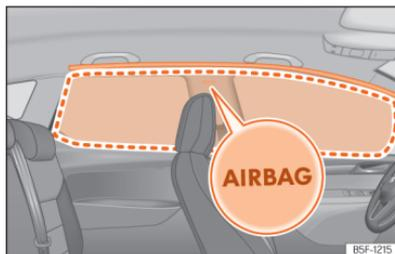

Fig. 33 Localização e raio de alcance do airbag da cabeça.
Os airbags da cabeça estão localizados de ambos os lados do habitáculo, por cima das portas »» **Fig. 33** e estão assinalados pelo logo «AIRBAG».
Ao ativar-se, o airbag da cabeça ocupa a zona assinalada (raio de alcance) »» **Fig. 33**. Por este motivo, nunca se deverá colocar ou fixar objetos nesta zona »» **Δ**.
- Assegure-se de que as crianças viajam sentadas corretamente nas suas cadeiras e não colocam a cabeça na zona de insuflação dos airbags para a cabeça »» **Fig. 33**, uma vez que, se os airbags disparassem, estes poderiam bater-lhes e causar-lhes lesões graves.